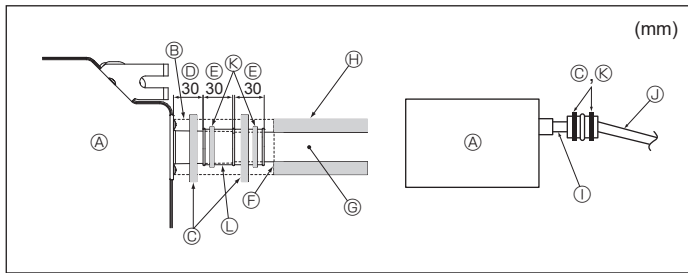

Fig. 6-2
1. Drenaj soketini (üniteyle birlikte verilmiştir) drenaj çıkışına bağlayın. (Fig. 6-2) (Boruyu PVC tutkalıyla tutturduktan sonra bantlayarak tespit edin.)